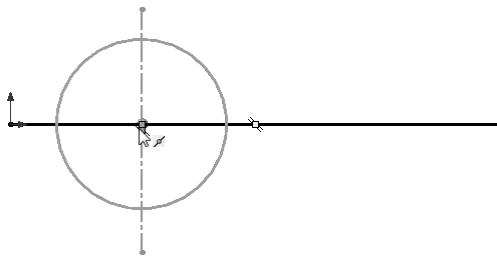
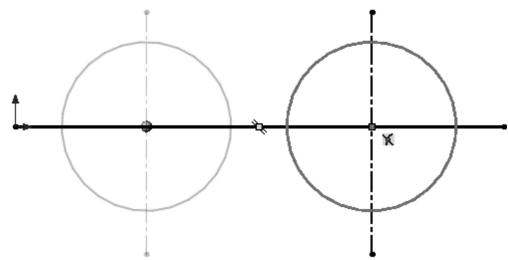

图 3-44 单击圆心为移动基点
图 3-45 拖动将圆草图实体定位
- [4] 在“参数”下, 选择“从/到”, 单击圆心为移动基点, 如图 3-44 所示, 然后拖动将草图实体定位, 如图 3-45 所示。